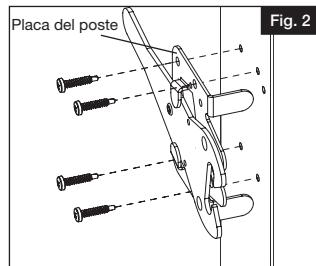

Fig. 2
- d. Fijar el pestillo en el costado del poste con cuatro tornillos Phillips/cuadrados de $1"$ (Fig. 2).